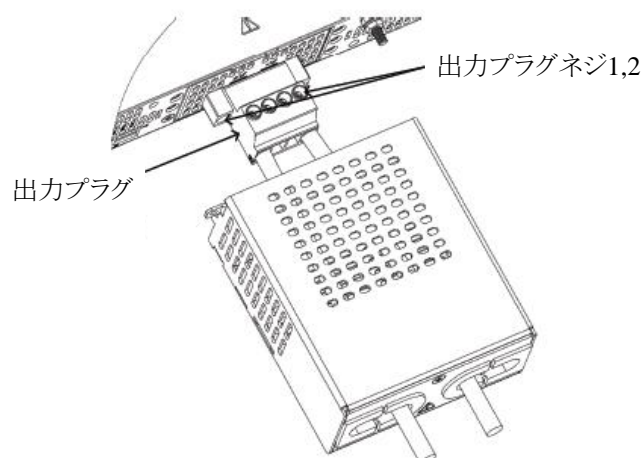

図4-51 出力プラグへの負荷線の接続方法
2. 図4-51に示すように出力プラグ(製品に添付されています)の端子ネジを緩めてください。その後負荷線を出力端子カバーを通して挿入し、負荷線の剥離箇所を出力プラグに挿入し出力プラグネジ1を締めてください。